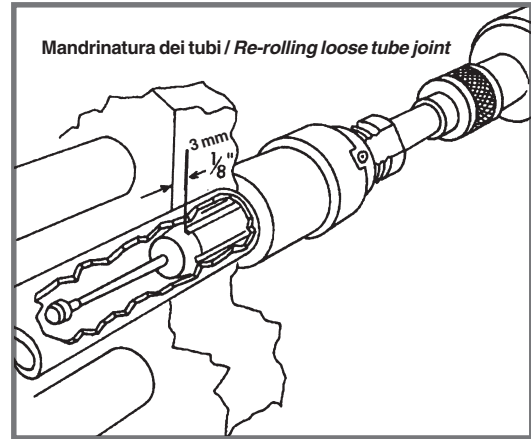

Fig. 10
1. Non mandrinare il tubo oltre lo spessore della piastra tubiera (fig. 10).
1. Do not roll the tubes beyond the back face of the tube sheet (fig. 10).